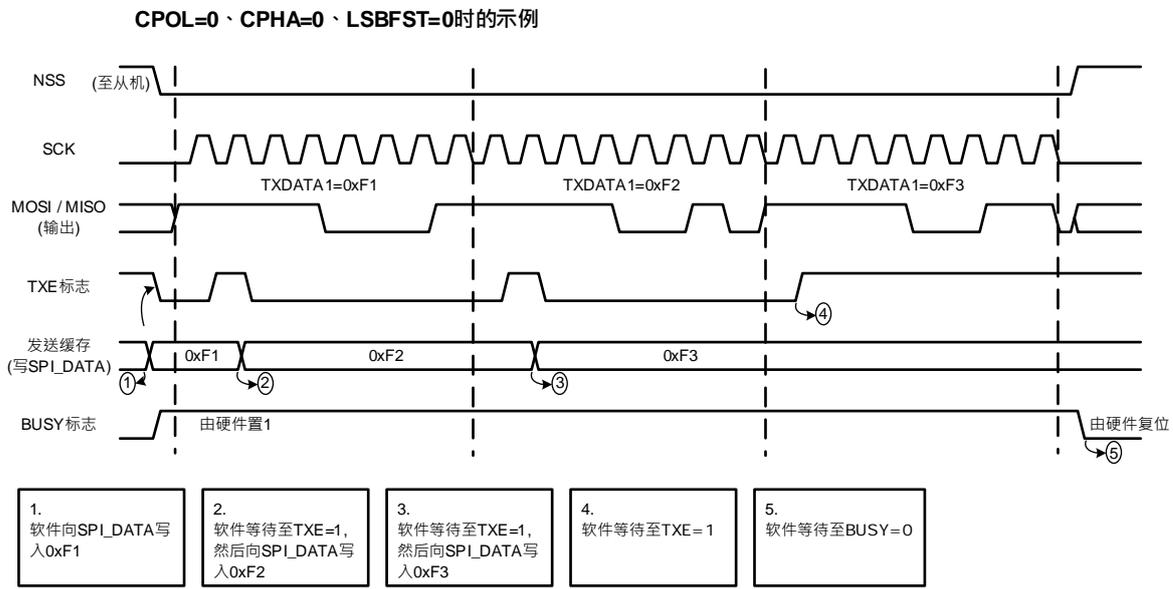

图 23-10 单工通信-只发送模式(SPI\_CON1.BIDEN=0 且 SPI\_CON1.RXO=0)的 TXE、BUSY 行为 (直接存取操作模式在连续传输的情况下)
**单工通信-只发送模式(SPI\_CON1.BIDEN=0、SPI\_CON1.RXO=0)，发送数据的处理过程直接存取操作模式(参见图 23-10):**